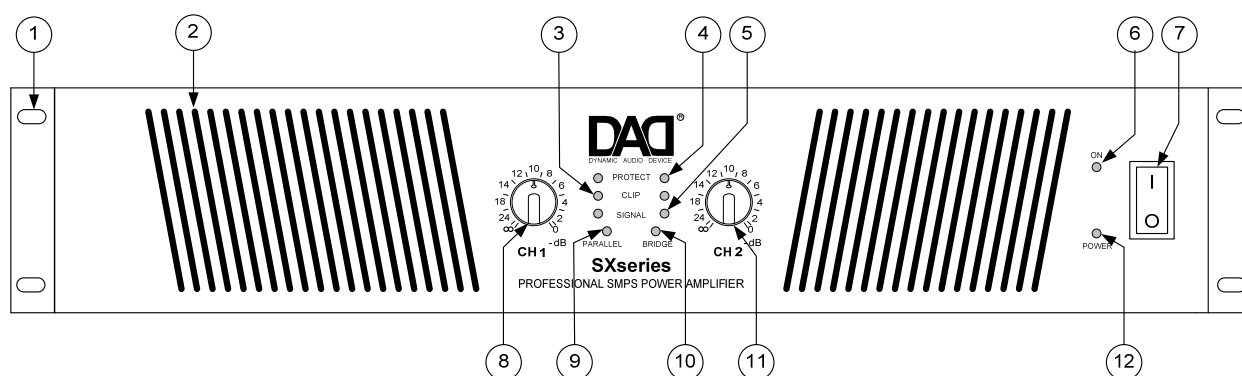

Рис. 1
1. Подключите источник сигнала ко входным разъемам. Затем вставьте вилку шнура питания в розетку. Загорится индикатор (поз. 12, Рис. 1)
2. Переверните выключатель питания в позицию «1» (поз. 7, Рис. 1)
3. Усилитель включится и начнется процесс самотестирования. В этом режиме будет гореть индикатор защиты (поз. 4, Рис. 1). Примерно через 10 сек тестирование закончится, индикатор погаснет. Усилитель готов к работе. Установите регуляторы уровня (поз. 8, 11, Рис. 1) в требуемое положение.
4. Установите регуляторы уровня (поз. 8, 11, Рис. 1) в положение минимальной чувствительности, затем переведите выключатель питания в позицию «0» (поз. 7, Рис. 1)